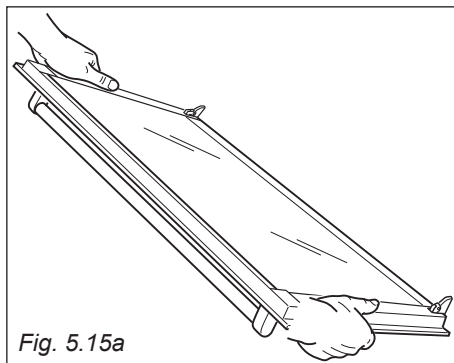

Fig. 5.15a
- Afferrare saldamente la porta (fig. 5.15a).